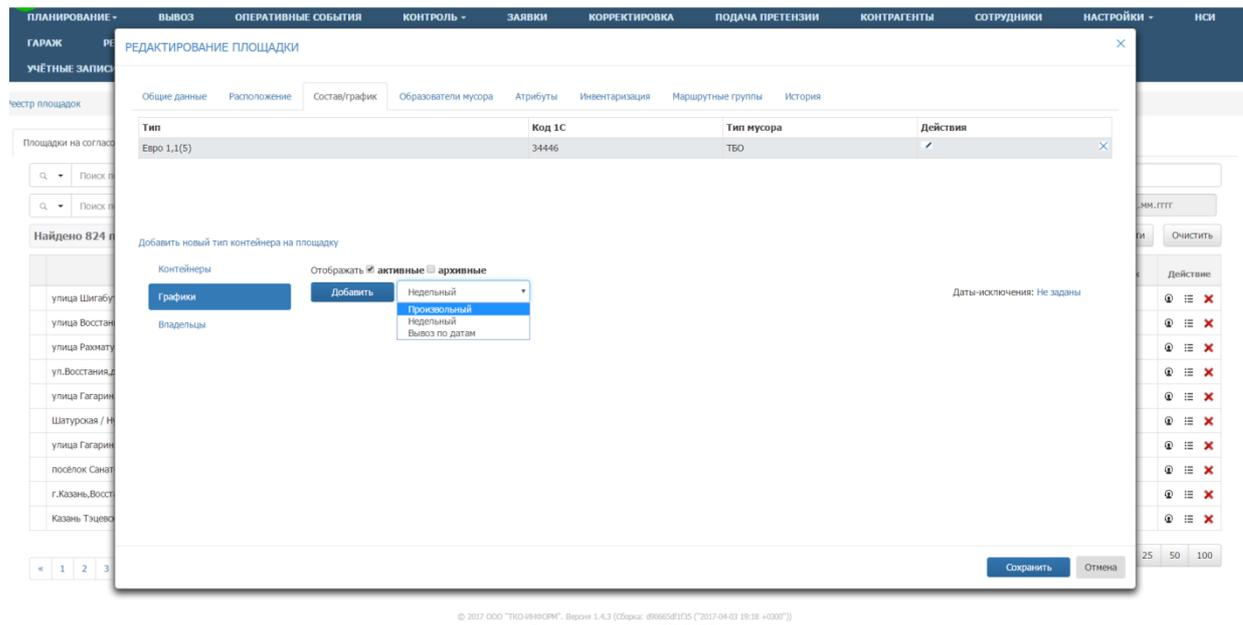

Рисунок 54. Добавление графика вывоза
**Графики:** для добавления графика вывоза мусора (можно добавить несколько графиков с разными сроками действия) необходимо перейти в подраздел «Графики», выбрать тип графика (произвольный, недельный и вывоз по датам) и нажать на кнопку **Добавить** (Рисунок 54).